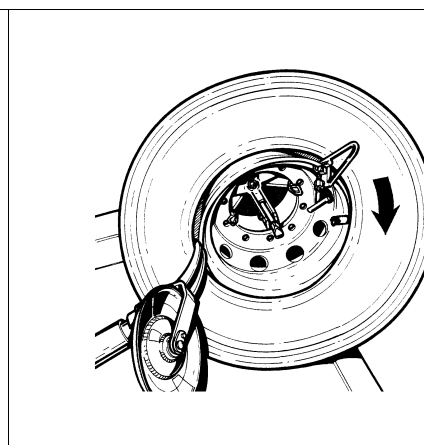

Рис.36
3. Повторно присоедините монтажный зажим к краю диска перед вентиляем, следуя направлению вращения (Рис.36).